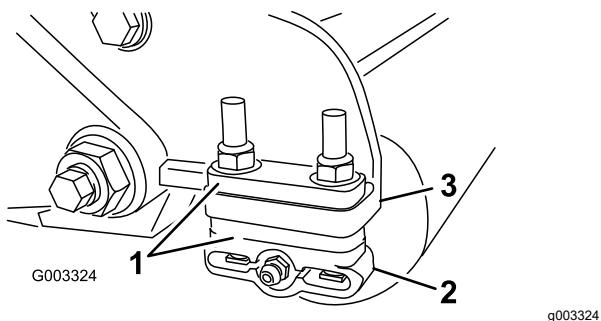

Figure 12
- Réglez les supports du rouleau arrière (**Figure 12**) à la plage de hauteur de coupe voulue en plaçant le nombre correct d'entretoises sous la bride de fixation de la plaque latérale (**Figure 12**) comme indiqué dans le tableau des hauteurs de coupe